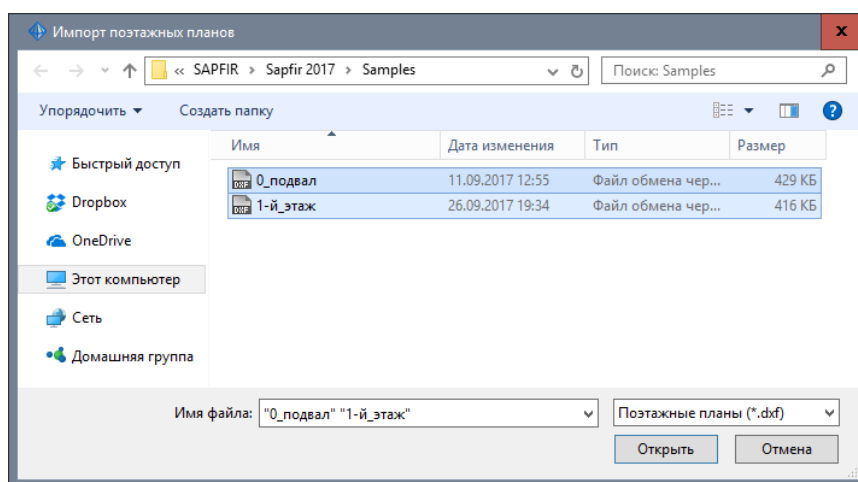

Рис.14.20. Диалоговое окно **Импорт поэтажных планов**
- Вызовите диалоговое окно **Импорт поэтажных планов** (рис.14.20) щелчком по кнопке  - **Импорт поэтажных планов DXF** (меню **Приложения – Импорт модели... – Поэтажные планы DXF**).